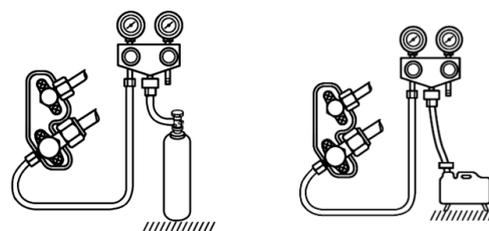

Рисунок 45 - Схема подключения коллектора к клапану внешнего блока
- Подключите манометрический коллектор и баллон с азотом к сервисному порту газового трубопровода внешнего блока (см. рис. 45). Баллон должен быть подключен через понижающий редуктор. Не допускается использование сжатого воздуха по причине высокого содержания в нем влаги.